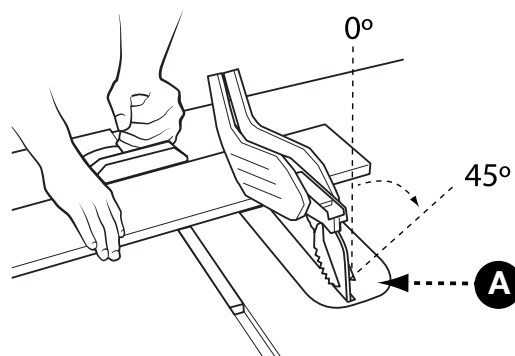

FIGURE 26
Les coupes transversales en biseau sont pareilles aux coupes transversales sauf que l'angle de biseau (A) est réglé à un angle autre que  $0^\circ$ . Lors d'une coupe transversale en biseau, placez le guide d'onglet dans la fente d'onglet à droite de sorte que la lame soit inclinée de l'autre côté de la jauge et des mains (Figure 26).